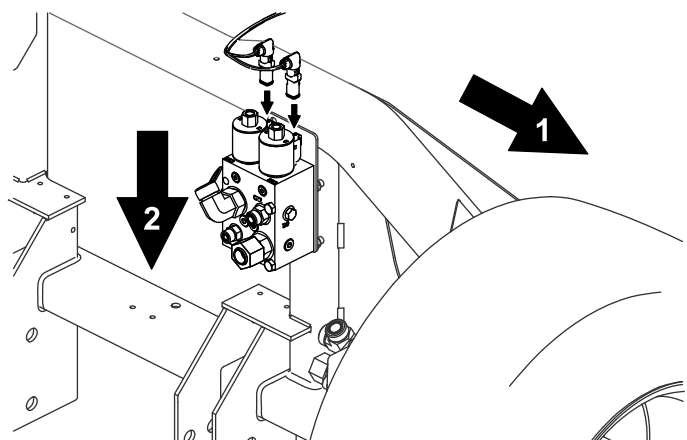

**Figura 31**
12. Ligue a ligação angular da nova cablagem à bobina no coletor de 3 vias (Figura 31).